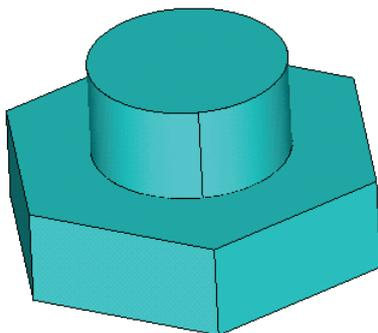

图 5-16 文件“5-1”实体模型
(2) 单击  按钮, 数据库中的内容导入到 ANSYS 中, 如图 5-16 所示。